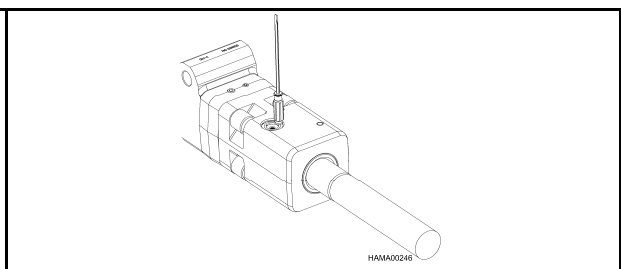

Figura 5
- b. Usando el mango de unos alicates o un destornillador, presione el resto del anillo dentro de la ranura (vea la Figura 5).